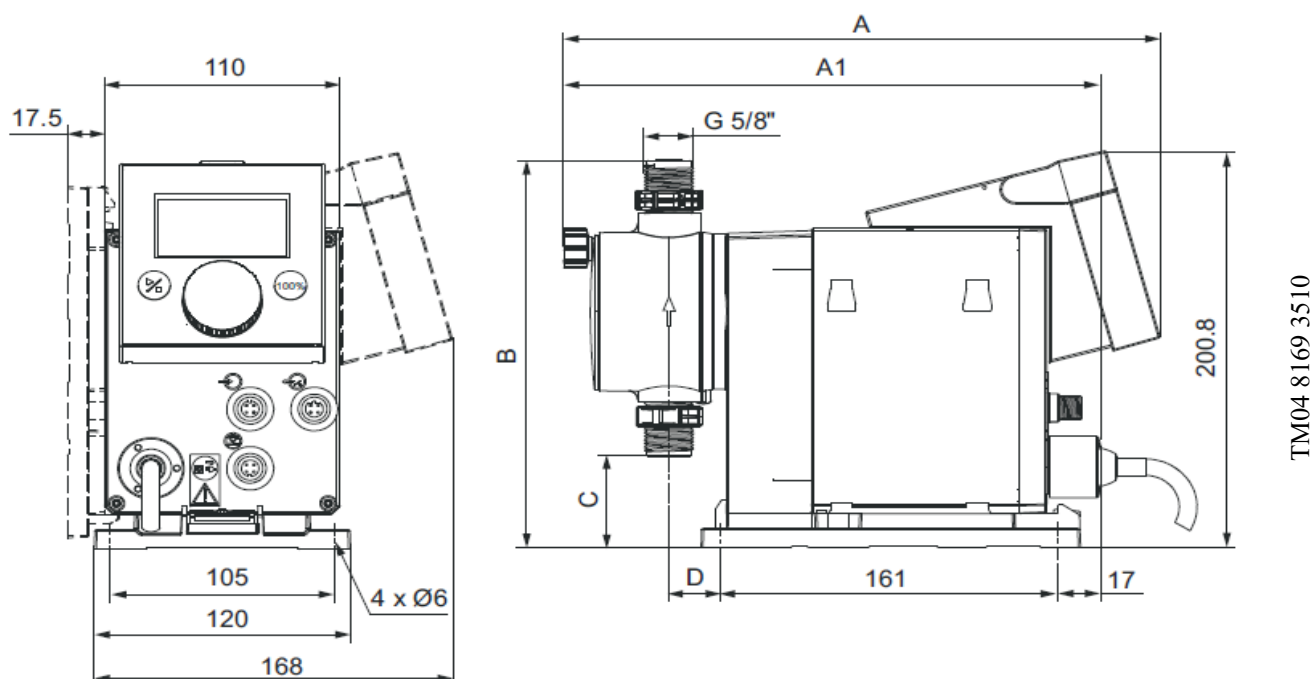

Рис. 4 Размерный эскиз
- Монтажную плату можно использовать в качестве шаблона для просверливания, расстояния между просверливаемыми отверстиями см. на рис. 4.